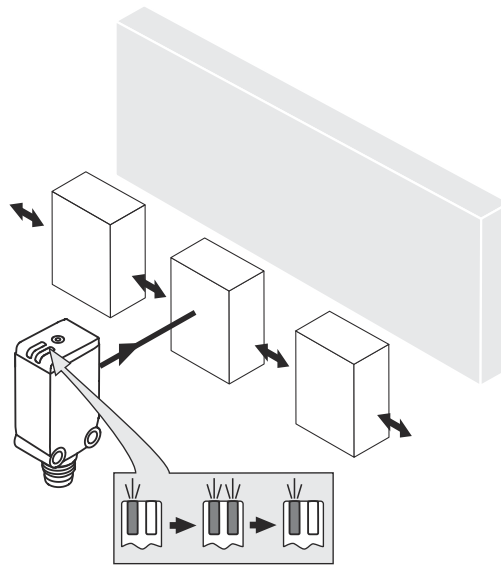

Figura 5: Dirección estándar
4. Tenga en cuenta la dirección preferente del objeto respecto al sensor, véase figura 5, página 46.